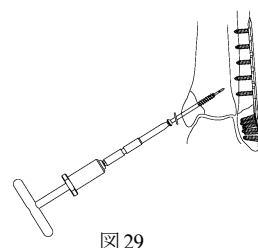

図 29
- 6) ガイドピン計測値より数 mm 差し引いた長さのスクリューを選択します。ヘクスローブ 15 中空パワーピンドライバの後端に T ハンドル (S) を装着し、ガイドピンを介して挿入します。 (図 29) 必要に応じワッシャーを併用します。